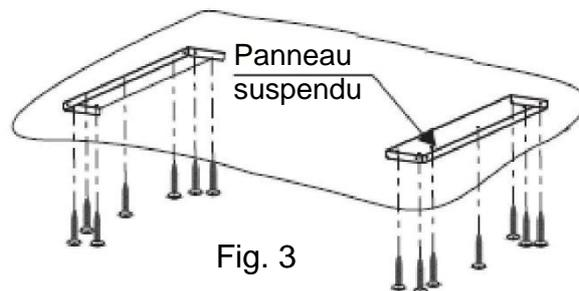

Fig. 3
4. Selon la taille indiquée sur la fig. 2, percez 14 trous de $\phi 8\text{ mm}$ au plafond une fois la hauteur d'installation déterminée, 14 vis exposées (ou 14 vis plates ST6*40 mm + 14 chevilles) seront utilisées pour fixer les deux panneaux suspendus au plafond. Voir fig. 3.